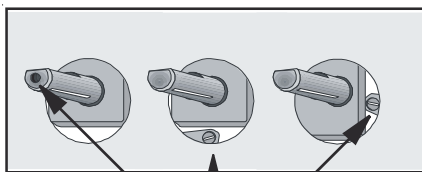

Рис. 6
- Тонкой отверткой отрегулируйте положение винта обводного клапана (рис. 6). При переходе с природного газа под давлением 20 мбар на сжиженный закрутите регулировочный винт до упора. При переходе со сжиженного газа на природный под давлением 20 мбар выкрутите регулировочный винт примерно на 1/2 оборота. При переходе с природного газа под давлением 20 мбар на природный газ под давлением 13 мбар открутите регулировочный винт примерно на 1/4 оборота. При переходе со сжиженного газа на природный под давлением 13 мбар открутите регулировочный винт примерно на 3/4 оборота.